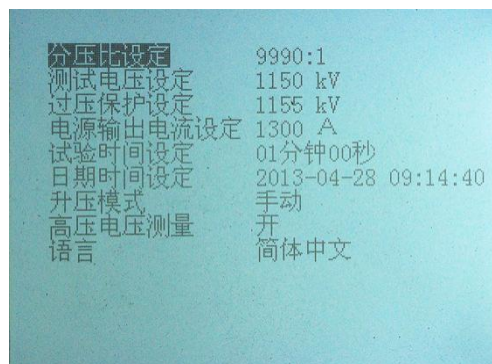

图 19 PY3520 变频电源装置菜单显示
- 6.6.4.1 通过启动控制箱面板上的【菜单】按钮，进入菜单。菜单显示如图 19 所示，菜单的选择由控制箱中的四个黄色的方向按钮来完成。当菜单选择完毕后，再次按动【菜单】按钮，即可退出菜单。在菜单状态下禁止启动变频电源装置，此时变频电源装置处于不受监控状态。启动变频电源装置后，菜单的功能也被禁止进入。只有在停止灯亮后才可以进行菜单操作。当发生故障时菜单将会被禁止操作，只有重新启动控制箱电源才能够再次进入菜单操作。